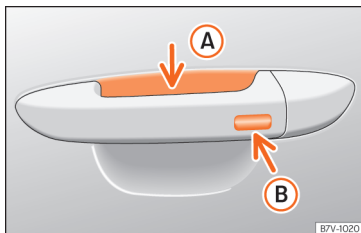

Fig. 48 Manípulo da porta: superfícies sensoras.
»» Fig. 48
- Toque na superfície sensora »» Fig. 48 **B** situada no lado exterior do manípulo da porta. Todos os indicadores de direção piscam uma vez.
- Antes de passarem 5 segundos, toque uma vez no sensor do lado exterior do manípulo da porta »» Fig. 48 **B**. Ao fazê-lo, não agarre o manípulo. O sistema Keyless Access fica desativado temporariamente.
Para fechar com a função de conforto todas as janelas elétricas, mantenha um dedo durante uns segundos sobre a superfície sensora de trancagem »» Fig. 48 **B** [seta] do manípulo da porta até que se tenham fechado.